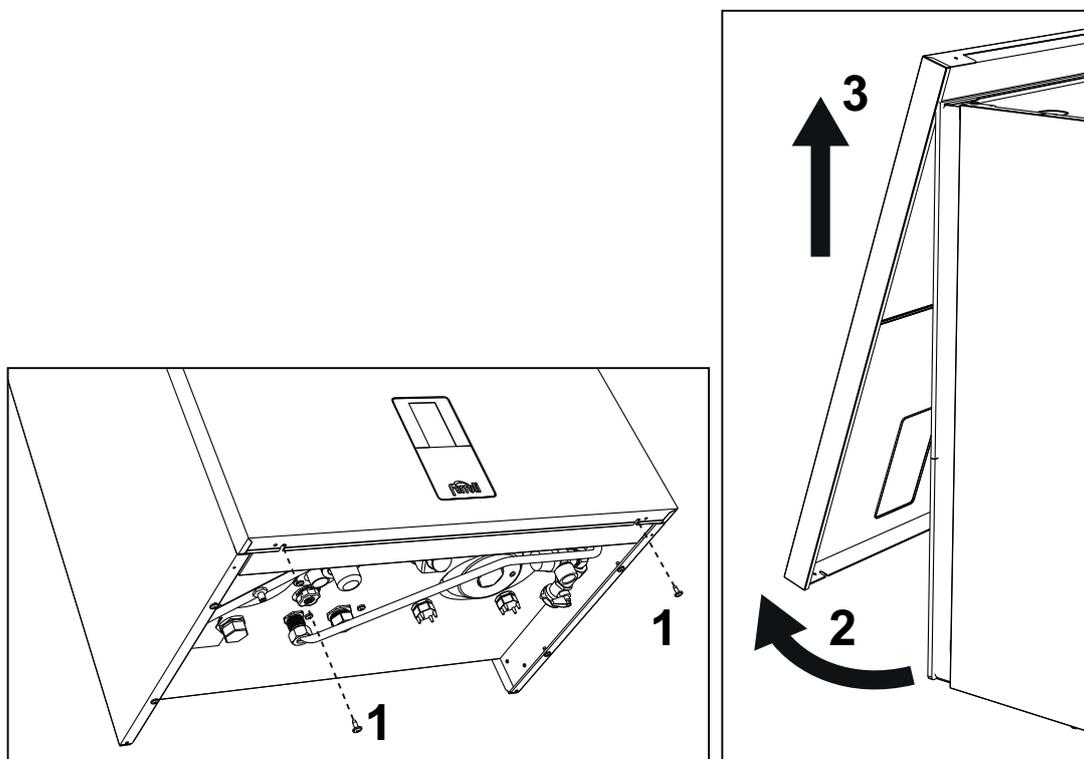

fig. 54- Apertura del panel frontal
1. Desenrosque los tornillos "1" (véase fig. 54).